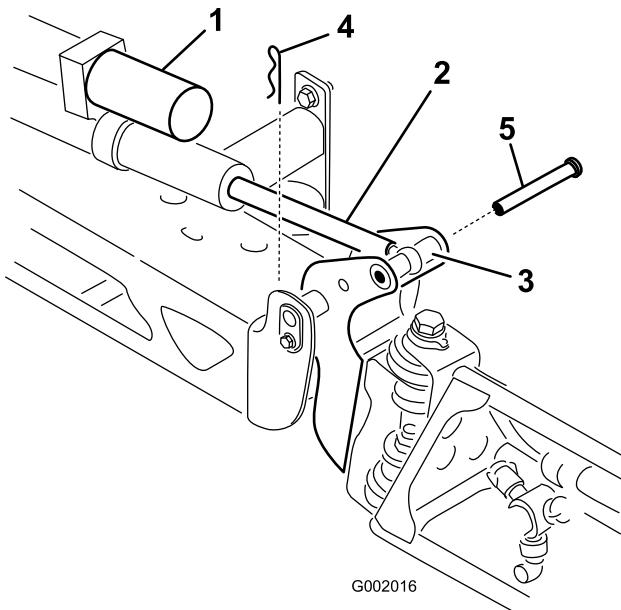

Figura 45
2. Retire el pasador de horquilla del pasador de giro (Figura 45).
3. Levante el brazo y retire el pasador (Figura 45). Baje el brazo lentamente al suelo.
6. Eleve el brazo para alinear el pivote con el émbolo del actuador. Sujetando el brazo, introduzca el pasador a través del pivote del brazo y del émbolo del actuador (Figura 45).